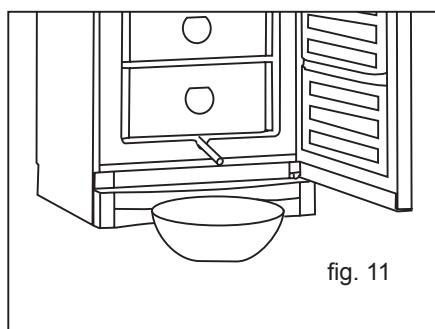

fig. 11
- Trekk ut smeltevannsavløpsforlengeren nederst i skapet og sett en skål under (fig. 11). Er den frosset fast, kan du legge en klut som er vridd opp i varmt vann, på den i et par minutter.